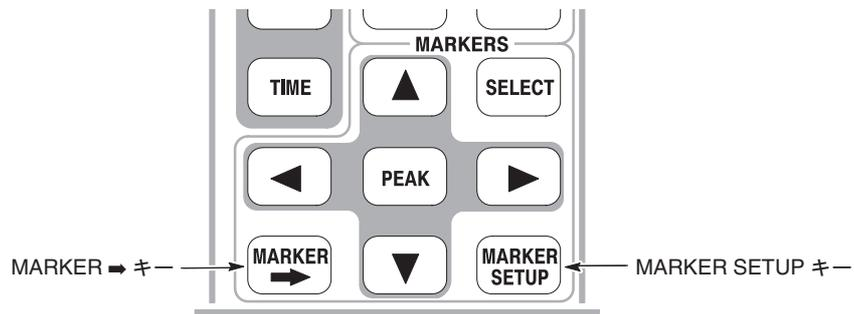

図 4-27 : MARKER キー
1. 前面パネルの **MARKER SETUP** キーを押します (図 4-27)。